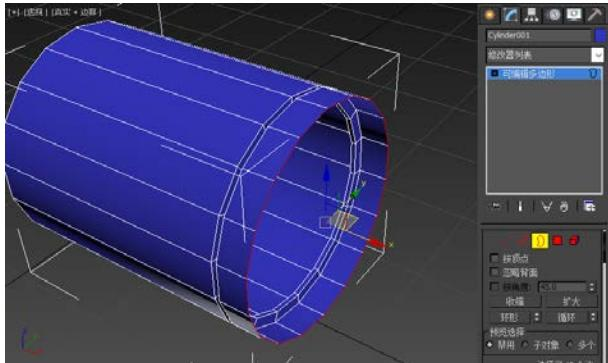

图 3-1-7 选择边界
**STEP 07** 单击【边界】按钮或按【3】键，进入【边界】子对象，选择视图中的边界，如图 3-1-7 所示。